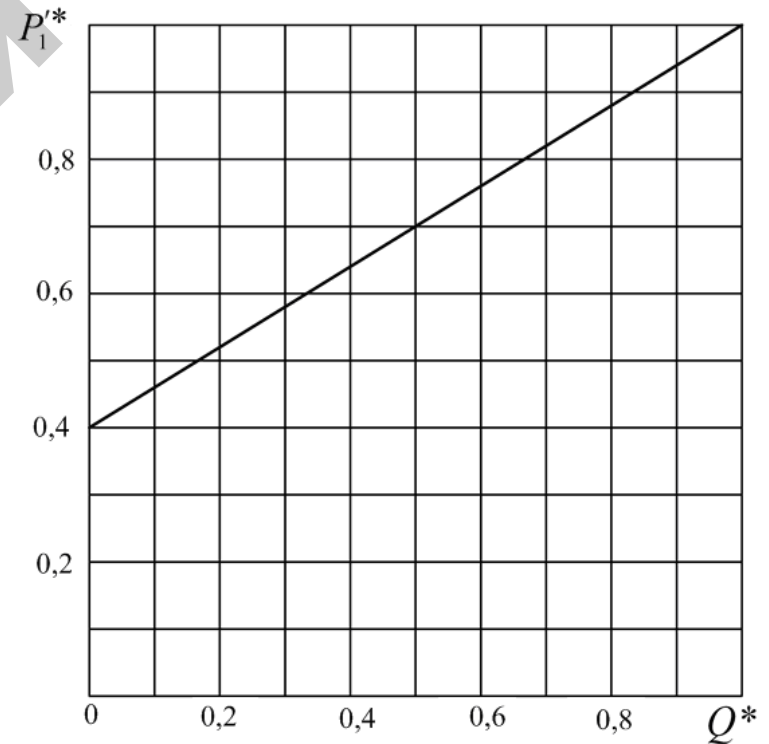

Рис. 13.2. Изменение потребляемой из сети мощности от подачи насоса при регулировании подачи задвижкой
• к пункту 5 плана занятия. Используя рис. 13.2, установить P_1^* для каждой подачи. Ранее определено 7 подач (скоростей вращения, поскольку $\omega \equiv Q$). В относительных единицах они соответствуют значениям от $Q_n^* = 1$ до $Q_6^* = Q_n^* / D = 1/2,5 = 0,4$ (табл. 13.4).
Зависимость $P_1^* = f(Q)^*$ для случая регулирования подачи заслонкой представлена на рис. 13.2.